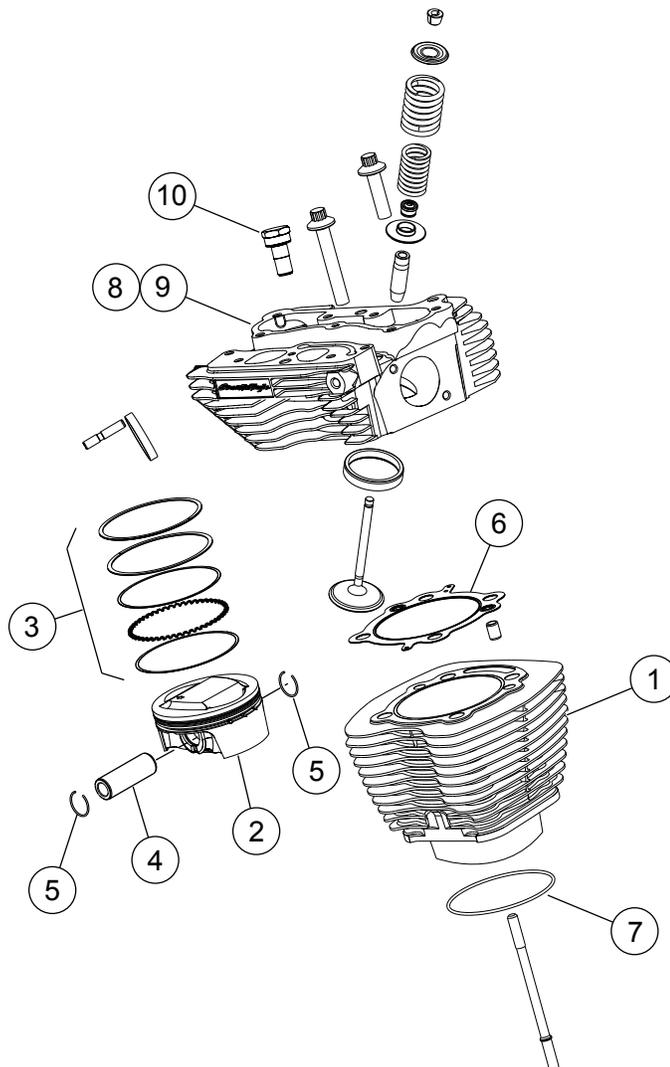
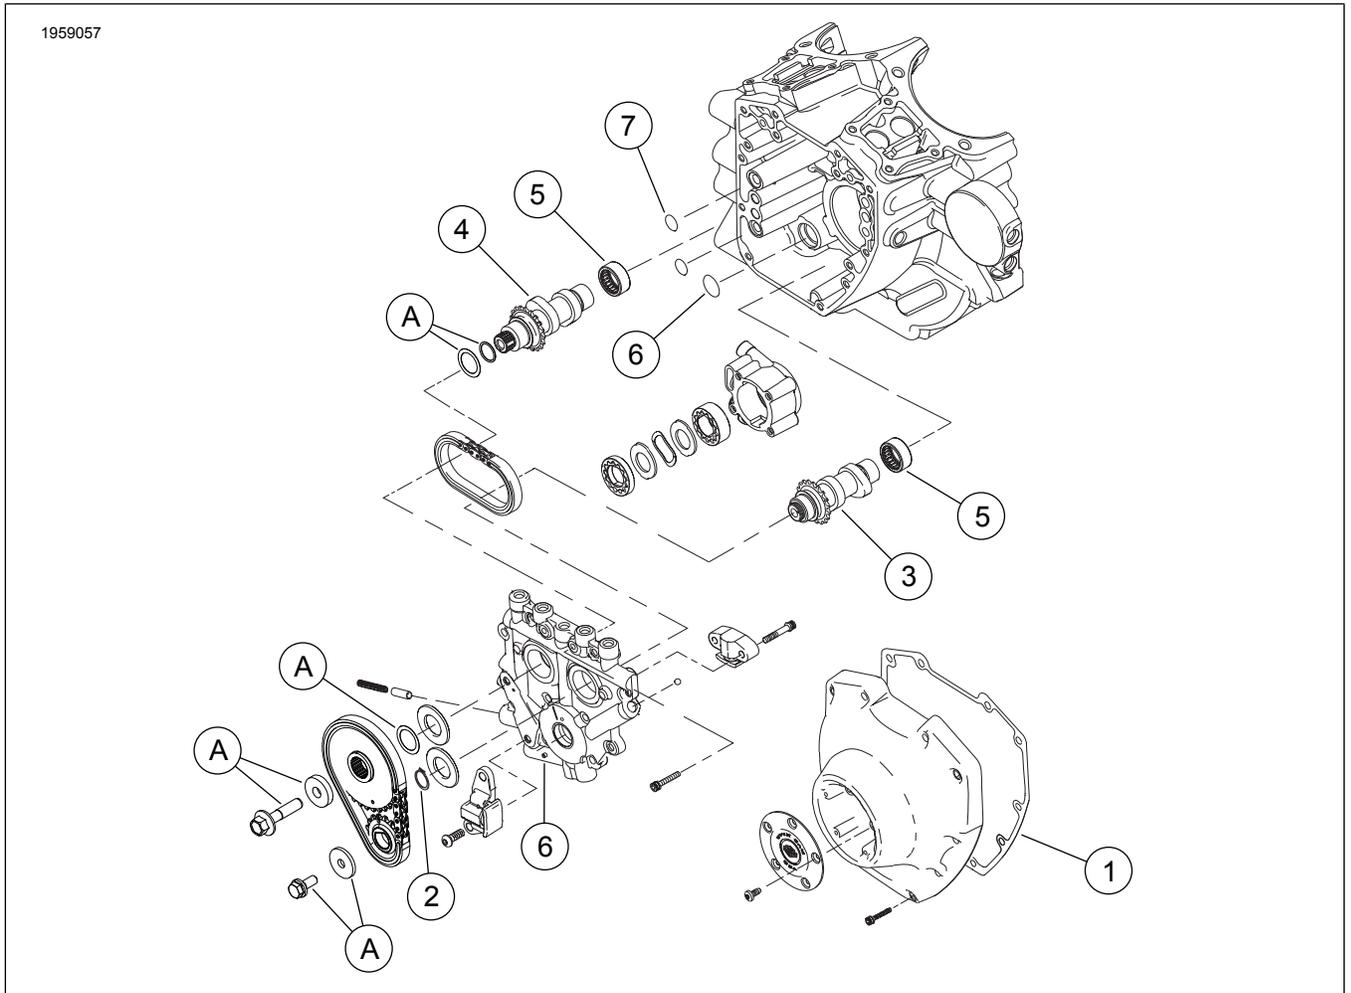

Figura 1. Piezas de servicio: Kit Screamin' Eagle Pro TC 103 CI Stage 4
Figura 3. Piezas de servicio: Kit Screamin' Eagle Pro TC 103 CI Stage 4
Ver Figura 1 a Figura 3 , y Tabla 1 a Tabla 3 .
1. Ver Figura 3 . Inspeccione los cojinetes de agujas del árbol de levas (5) y reemplácelos si es necesario.
2. Ver Figura 1 a Figura 3 . Usando las piezas del kit, arme las levas en la placa de levas, las culatas de los cilindros de rendimiento y el extremo superior del motor. Vea las secciones correspondientes del MOTOR en el Manual de servicio.